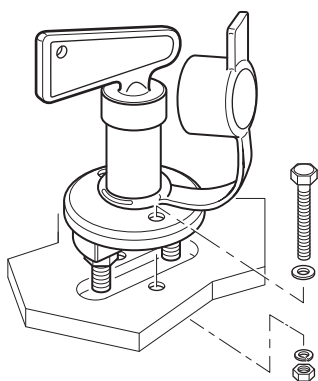

Fig. 48
- Montare lo staccabatteria in un punto idoneo all'interno del veicolo e fissarlo con le viti fornite (Fig. 48).